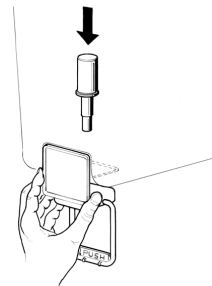

figura 5
**3** **Grifo en acero inox por gravedad:** montar la palanca mando grifo y enfilarse el pistón unido a la su junta (ver figura 5).